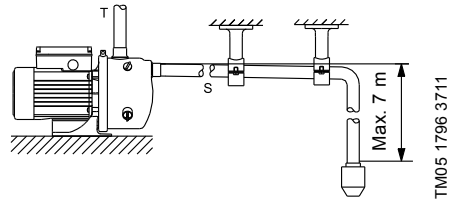

Fig. 2 Conexiune la conductă
Conectați conducta de refulare la portul de refulare (T) al pompei. Vezi fig. 2. H = maximum 7 metri.